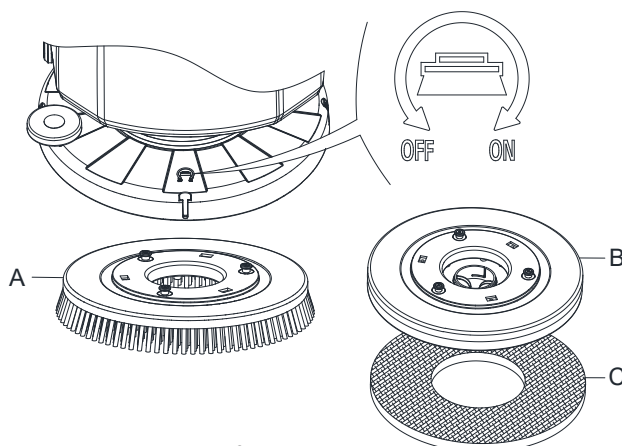

Рис. 3
Установите щетку (А, Рис. 3) или подкладку (В и С, Рис. 3) в соответствии с типом пола для уборки.
3. Разместите щетки (А, Рис. 3) или штатив подкладки (В, Рис. 3) под настилом (12, Рис. 1).
7. Если указанный выше шаг 6 выполнить сложно, вручную поверните щетку/штатив подкладки в сторону, противоположную нормальному направлению вращения (ON), чтобы установить щетку/штатив подкладки (как показано на Рис. 3).